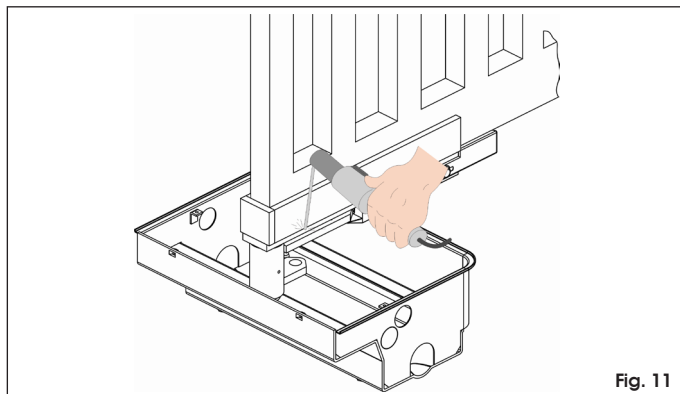

Fig. 11
3. Las de geleidingsbeugel goed op de draagbeugel (Fig. 11).